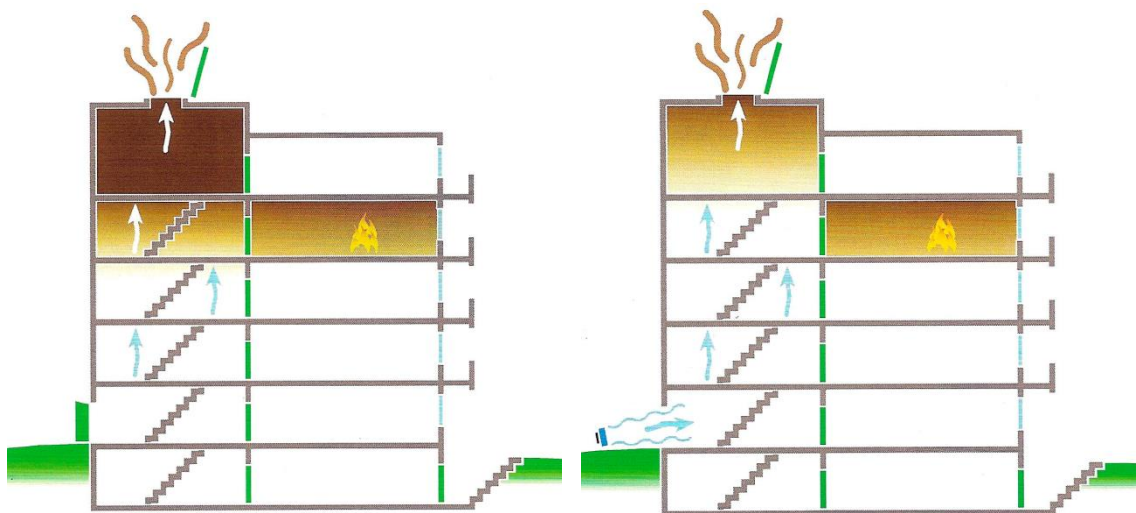

Figura 5. Extracció del fum del buit de l'escala
- Si l'objectiu és netejar el buit de l'escala, per exemple per a tasques d'evacuació, es tancarà el compartiment incendiari i s'extraurà el fum acumulat. Vegeu la figura 5.